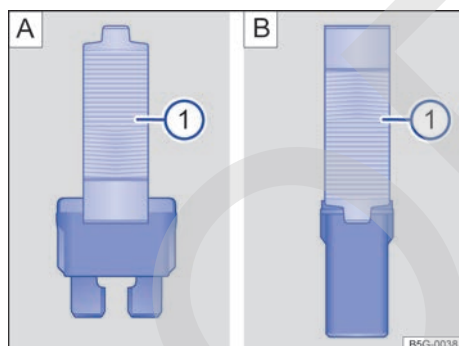

Fig. 198 Extraer o colocar el fusible con las pinzas de plástico: A) Fusible enchufable plano. B) Fusible tipo bloque.
- En función del tipo de fusible, desplace las pinzas correspondientes → fig. 198 A) ① o → fig. 198 B) ① lateralmente sobre el fusible.